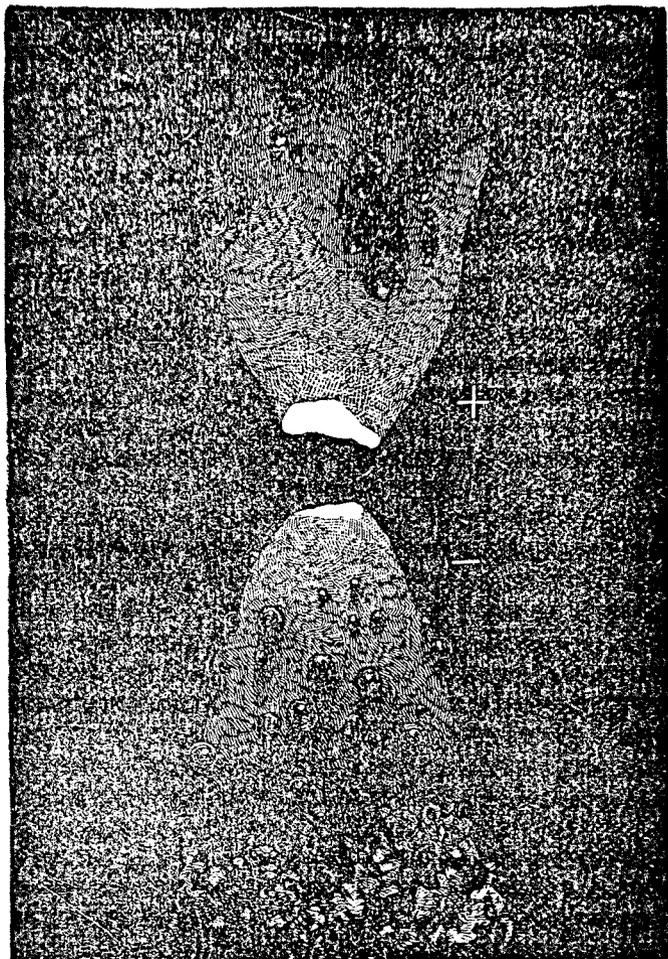

Fig. 403. — Aspect des charbons de la lampe à arc; cratère du charbon positif.
**Lampes à arc.** — Si l'on prend deux baguettes de charbon taillées en forme de crayon, qu'on les mette en contact par leurs pointes, et qu'on fasse passer un fort courant au travers (5 à 6 amp. sous 110 volts), on voit les deux pointes devenir incandescentes. Si l'on écarte les crayons à une faible distance, non seulement les pointes restent incandescentes, mais encore il se produit entre elles une flamme continue, en forme d'arc, si les charbons sont horizontaux, d'un éclat éblouissant; c'est l'*arc voltaïque*. La température de cet arc peut atteindre  $3.500^{\circ}$ . La lumière est riche en rayons réfrangibles (bleu, indigo, violet). Cette flamme est produite par du carbone chauffé au blanc, bouillant, et transporté du charbon positif qui se creuse en un cratère, plus éblouissant que la flamme elle-même, au charbon négatif; c'est donc un phénomène d'incandescence dû à ce que le courant éprouve une grande difficulté à passer d'une pointe à l'autre (fig. 403). Quand on le produit dans le vide, il n'y a pas d'autre phénomène que ce transport, et le charbon positif s'use progressivement au profit de l'autre. Dans l'air, il y a forcément un peu de combustion, et les deux charbons s'usent; mais le positif s'use deux fois plus vite que le négatif. C'est pour cela que dans les appareils d'éclairage à l'air, le charbon positif est plus gros que l'autre. Lorsqu'on emploie les courants alternatifs, les deux charbons s'usent également, car chacun d'eux est alternativement positif et négatif plusieurs fois par seconde (min. : 50 périodes par seconde).